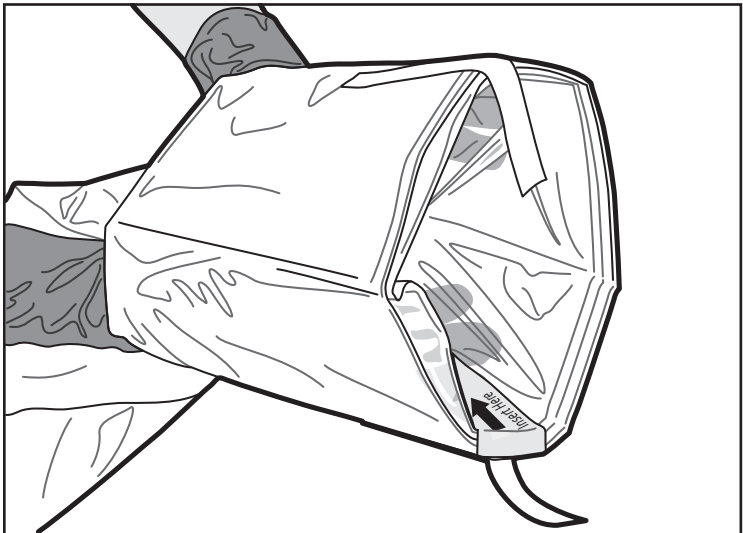

Figura 3. Apertura della sacca
4. L'operatore in campo sterile inserisce le mani nelle pieghe più interne della sacca, in modo tale da aprirla e consentire all'operatore in campo non sterile di posizionare l'unità di azionamento MDU5 PLUS. L'adesivo "Insert Here" (Inserire qui) può essere utilizzato per individuare agevolmente l'apertura della sacca (Figura 3).